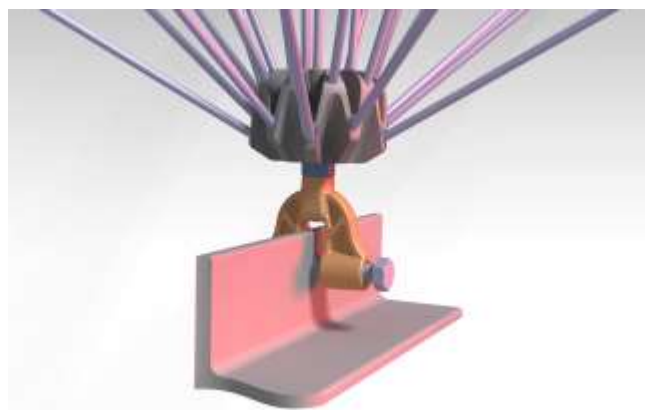

Рис. 3
3.2. Установка на вертикальную полку уголка показана на рис. 3.